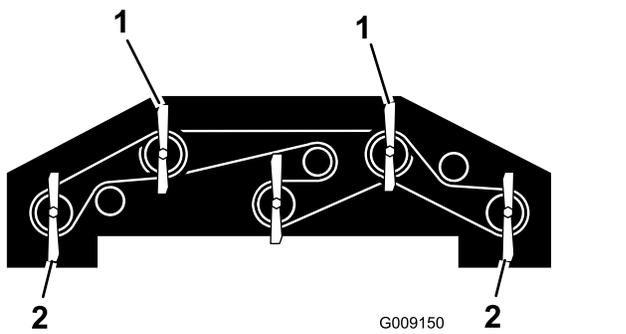

Рисунок 126
- Поверните каждый нож так, чтобы он был направлен прямо вперед (Рисунок 126).